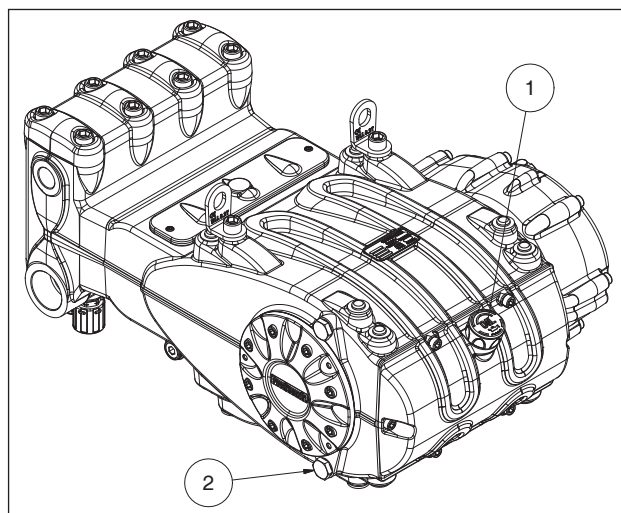

Fig. 3
Contrôler le niveau d'huile à travers le bouchon et la jauge présentant des repères de niveau minimum et maximum ①, Fig. 3. Si nécessaire, faire l'appoint pour rétablir le bon niveau. Pour procéder correctement au contrôle du niveau de l'huile, la pompe doit être à la température ambiante. Procéder à la vidange de l'huile lorsque la pompe est à la température de service ; enlever le bouchon rep. ②, Fig. 3. Procéder au contrôle de l'huile et à la vidange comme indiqué au chapitre 11. La quantité nécessaire est d'environ 8,5 litres pour une pompe avec réducteur et d'environ 7,5 litres pour une pompe sans réducteur.
Installer le système de manière à ne jamais dépasser une température de l'huile de **100 °C** (212 °F) pendant le fonctionnement de la pompe. Enfiler une sonde de température dans le bouchon de vidange d'huile, rep. ② Fig. 3. Voir manuel « PROTECTION ANTIDÉFLAGRANTE ATEX ».